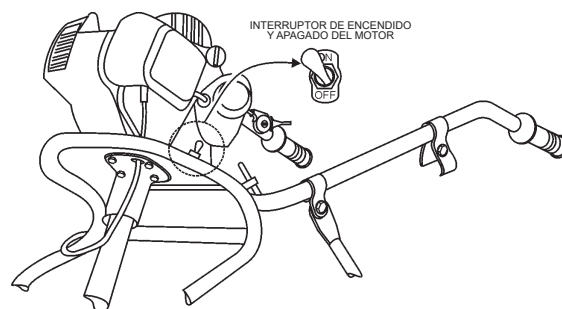

Figura 13. Interruptor de arranque y parada del motor
3. Coloque el interruptor de arranque y parada del motor (Figura 13) en posición de **arranque**.
- Coloque el interruptor de **encendido y apagado** (Figura 13) en posición de **apagado**.